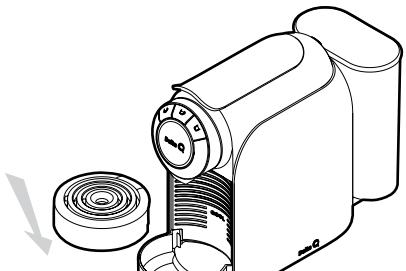

Fig. 12: Baissez le plateau d'appui pour les tasses.
- Si la tasse est plus haute que la distance entre le plateau amovible et le béc verseur, baissez le plateau d'appui pour les tasses (voir **Fig. 12**). Placez une tasse à thé (d'une capacité supérieure à 180cc) au-dessus du plateau amovible pour appui des tasses et en dessous du béc verseur (voir **Fig. 13**).